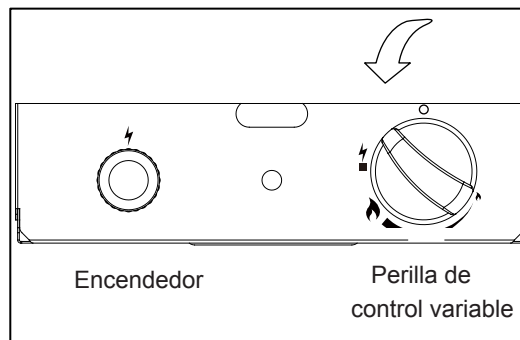

Figura 1
3. Empuje la perilla de control y gire hacia la izquierda para la posición "PILOTO" () (Figura 1).